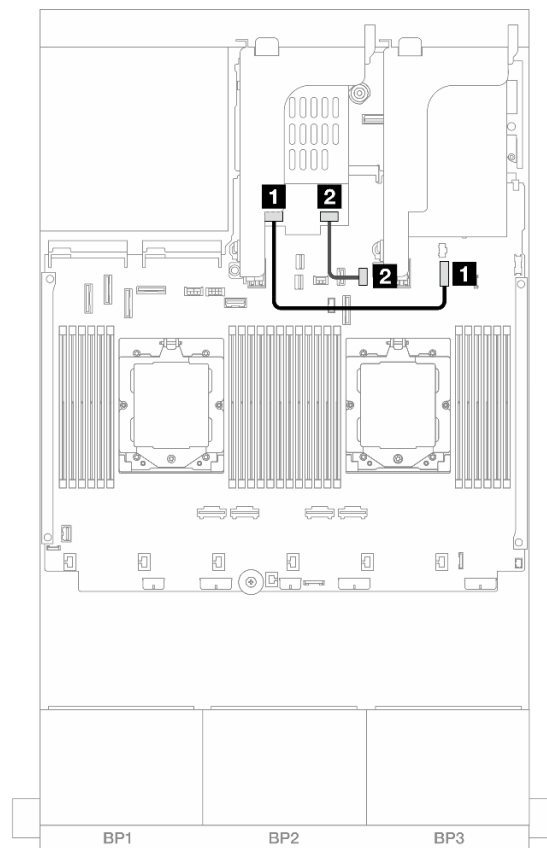

Figura 324. Instradamento dei cavi SATA
- Figura 324 "Instradamento dei cavi SATA" a pagina 378